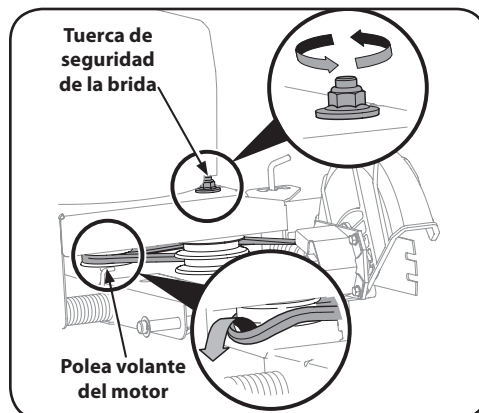

Figura 5-3
NOTA: Para ayudar a armar nuevamente, observe la orientación de la correa de transmisión sobre las dos poleas locas y la polea volante del motor antes de realizar los siguientes pasos. Vea la Figura 5-3.
1. Trabajando delante de la bordeadora, afloje la tuerca de seguridad con brida que está sobre el bastidor, permitiendo que el conjunto de la polea loca gire levemente fuera del bastidor. Vea la Figura 5-3.
2. Con la otra mano, alcance cuidadosamente debajo de la parte posterior de la unidad y extraiga la correa de alrededor de la polea volante del motor. Vea la Figura 5-3.